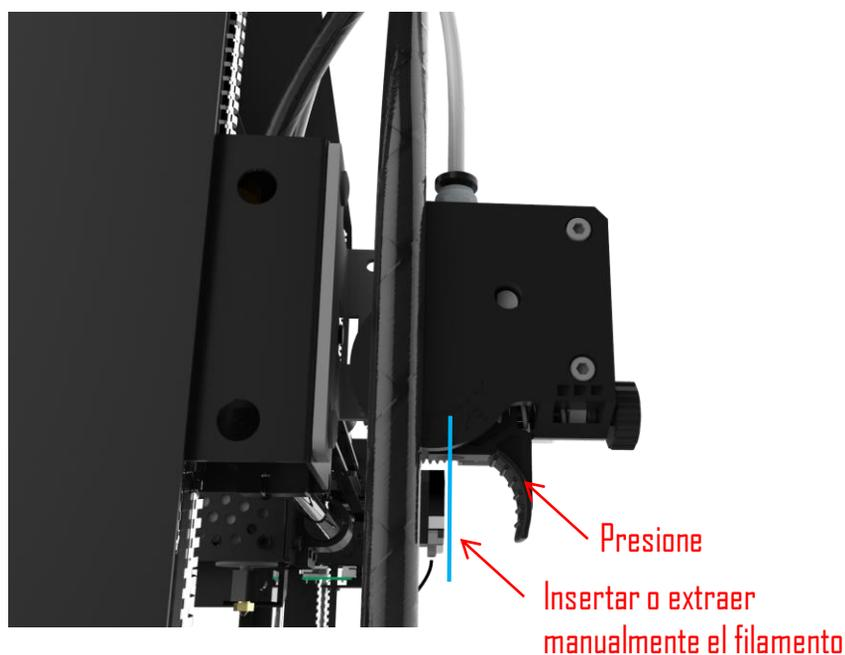

Imagen 33
1. **Insertar el filamento:** haga clic en el menú principal: "Tools"-->"Preheat"-->"Preheat PLA (por ejemplo)". Después de que alcance la temperatura meta, presione el mango del extrusor como se muestra en la **Imagen 33**, y empuje manualmente el filamento a través del tubo de teflón hasta el extremo caliente y debería haber filamento fundido a través de la boquilla..
2. **Retirar el filamento:** haga clic en el menú principal: "Tools"-->"Preheat"-->"Preheat PLA (por ejemplo)". Después de que alcance la temperatura meta, presione el mango del extrusor como se muestra en la **Imagen 33**, y empuje manualmente el filamento primero hasta ver que el filamento se derrite a través de la boquilla, luego saque rápidamente el filamento. El propósito de empujar el filamento es minimizar el riesgo de obstrucción de la boquilla.